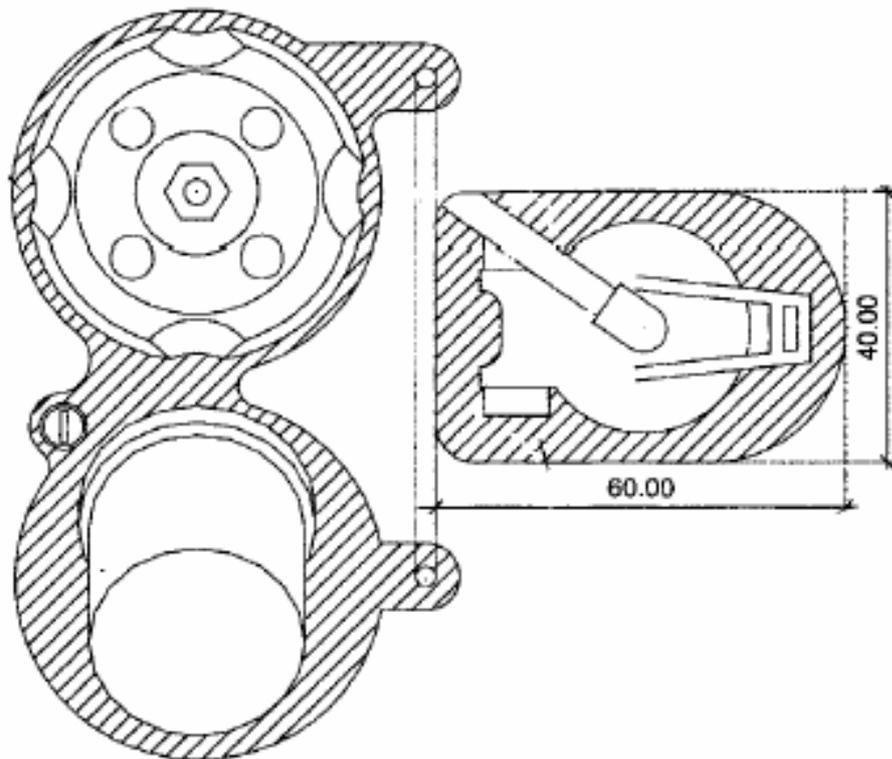

Figura 3: Disegno esplicativo per come effettuare i tagli esclusivamente in una carrozzeria “LOLA VDS”
- 5) tappo serbatoio per il rifornimento (50,0 mm oppure 40,00 x 60,00 mm nella vista da sopra). Vedi Figura 3;